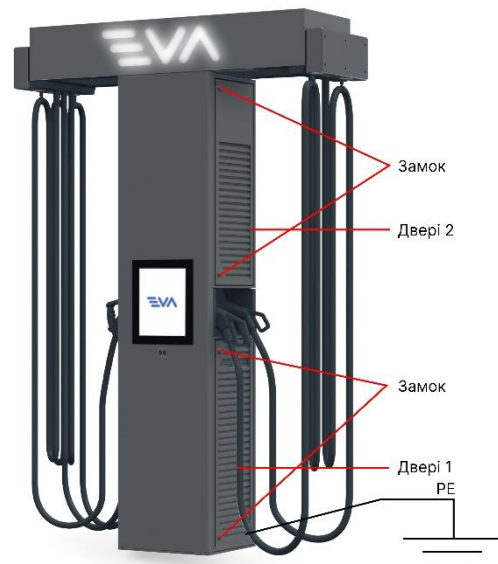

Рисунок 5.12. Розташування дверей та замків
4. Відкрийте Двері 1 (використовуючи замки) (рис. 5.12).